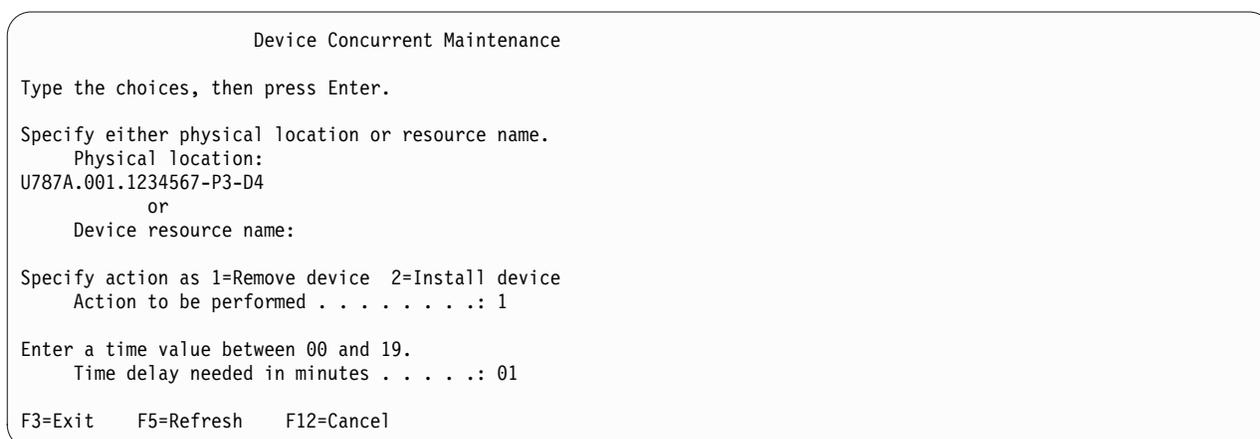

Figure 34. Exemple d'écran Device Concurrent Maintenance
12. Dans l'outil Hardware Service Manager, accédez à l'option **Select Device Concurrent Maintenance**. Appuyez sur Entrée. L'écran Device Concurrent Maintenance s'affiche (voir figure 34).